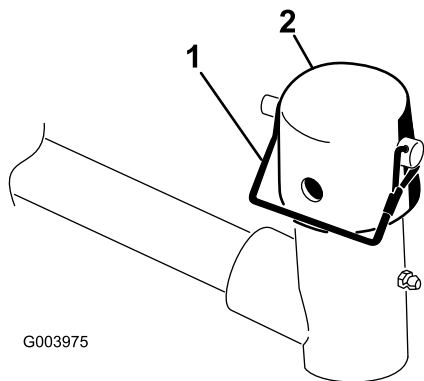

Figura 10
- 7. Retire o pino de encaixe e tampa da forquilha da articulação do braço de elevação (Figura 10).
11. Prenda a tampa e o veio da estrutura de suporte à forquilha do braço de elevação com o pino de encaixe (Figura 10).